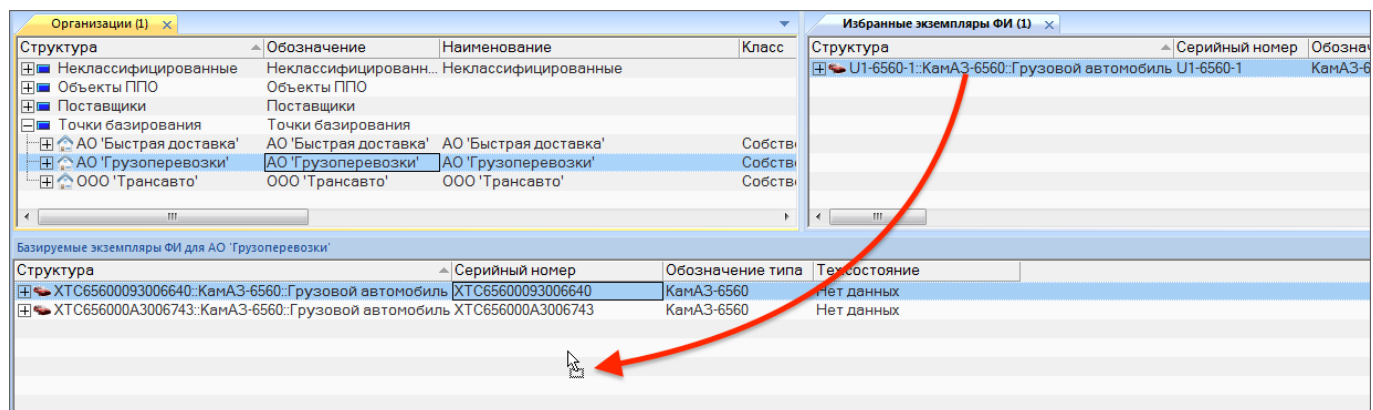

Рис. 9-18 – Установление связи экземпляра ФИ с точкой базирования
– переместить мышью экземпляры ФИ из рабочего окна «Избранные экземпляры ФИ» в связанное окно «Базируемые экземпляры ФИ» (рис. 9-18).